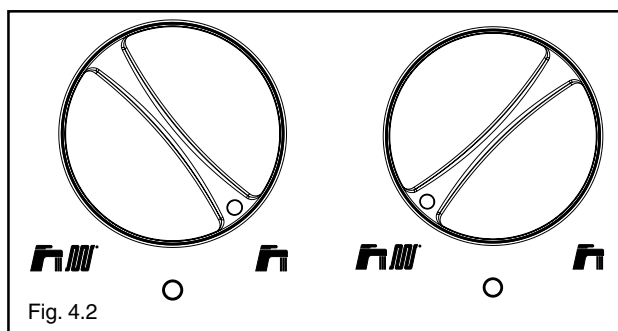

Fig. 4.2
- dopo aver aperto lo sportello sollevandolo, posizionare il selettore di funzione su estate  o inverno  (fig. 4.2) a seconda del tipo di funzionamento prescelto. Nel caso in cui siano montati un orologio programmatore o un termostato ambiente, è necessario che questi siano in posizione acceso e che siano regolati ad una temperatura superiore a quella dell'ambiente in modo che la caldaia si avvii.
Per riattivare il funzionamento, posizionare il selettore di funzione su OFF-RESET (fig. 4.5), attendere 5-6 secondi e riportarlo quindi nella posizione desiderata: estate o inverno (fig. 4.2).